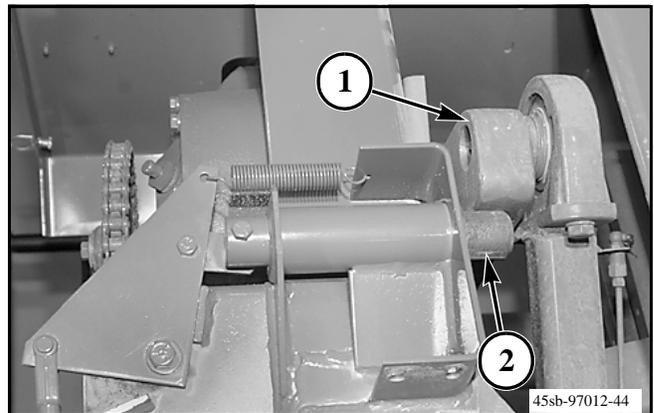

FIG. 3
FIG. 3: Gire el volante con la mano hacia la izquierda (visto desde la dirección de desplazamiento) para desconectar el brazo del cigüeñal del émbolo (1) del tope de seguridad del émbolo (2).